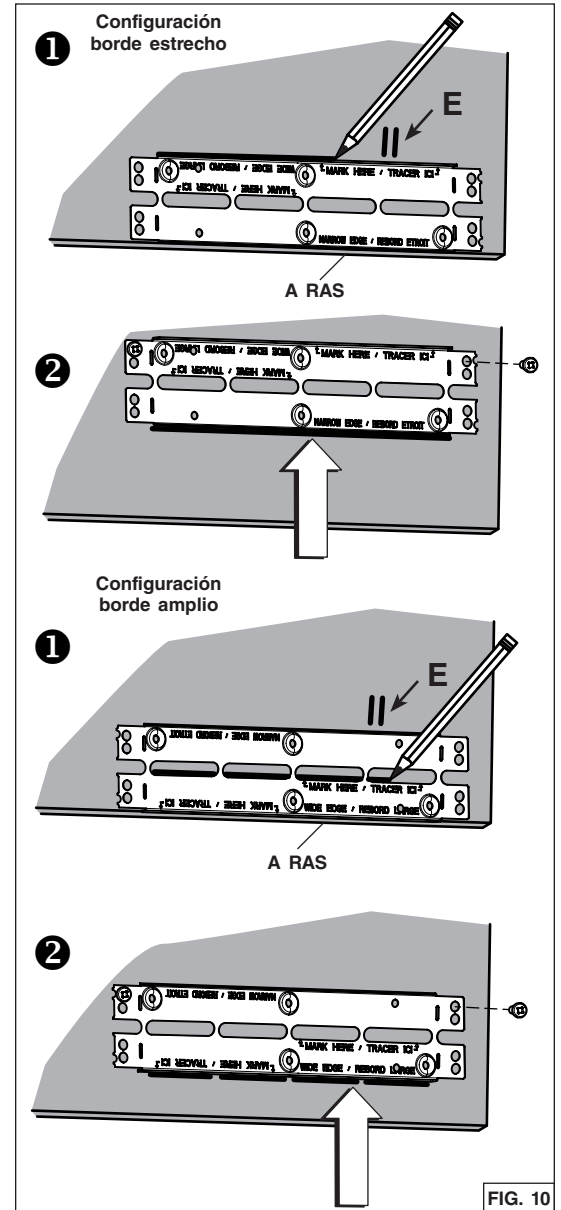

FIG. 10
5. Localizar los ganchos Ease of Install en la unidad (distancia determinada a partir del borde delantero, FIG. 9). Insertar temporalmente la unidad en el gabinete y a la vez que mantiene la unidad, marcar la ubicación de los ganchos Ease of Install (correspondiente a E en FIG. 10 en la página siguiente) en ambos lados del gabinete. Retirar la unidad.
6. Instale los soportes de gabinete como sigue (FIG. 10):
- 1 Coloque el soporte a ras con la parte inferior del panel derecho del gabinete, centrando la marca de la ubicación de los ganchos (E) entre los orificios inferiores en relieve. Para la configuración del borde estrecho, trace una línea encima del soporte. Para la configuración del borde amplio, rase una línea a la base de las ranuras centrales.